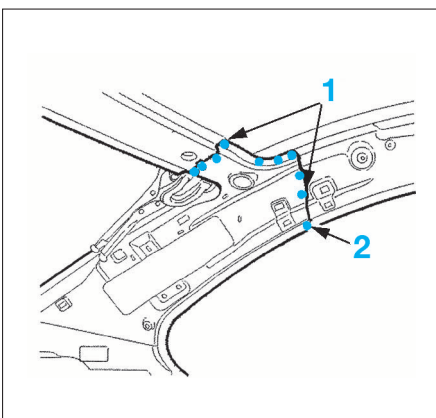

FIG. 82
- Souder à la pointeuse électrique les points (2) (Fig.82).
- Souder par points bouchons à l'arc sous protection gazeuse les points (1).